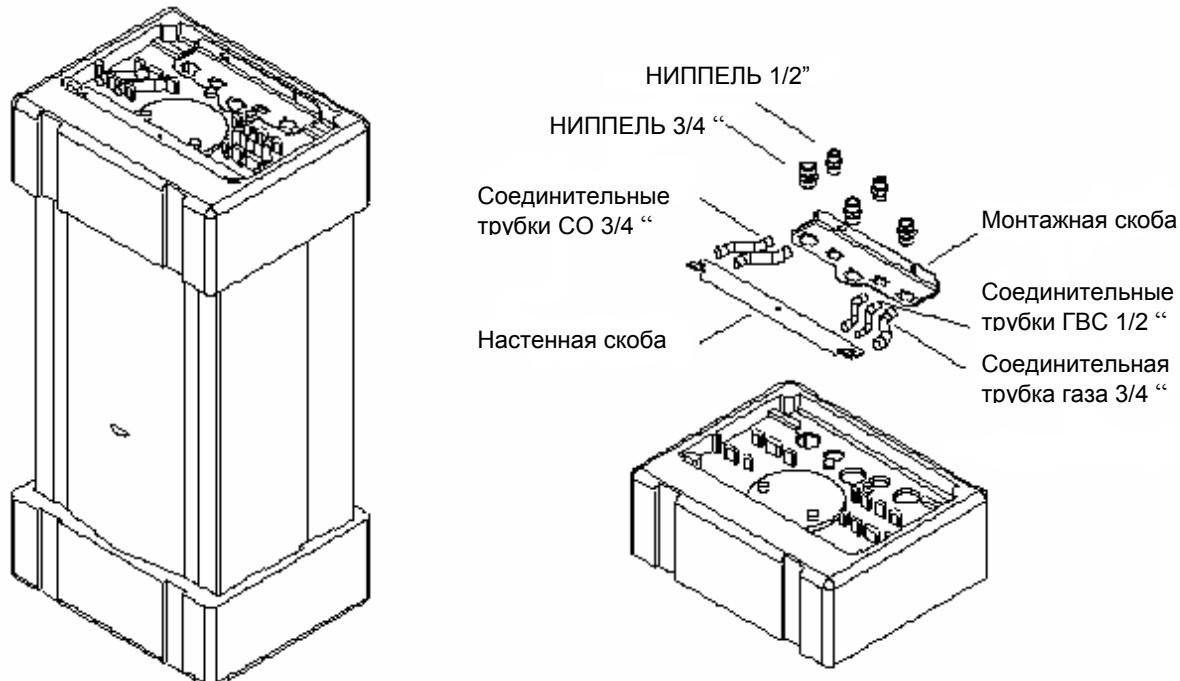

Рисунок 2
- Аппарат размерами 867x522x422 (Высота x Ширина x Длина) мм транспортируется помещенным в коробку виде, поддерживающемся сверху и снизу страфорами (Рис. 2а)
На Рис.2 показан монтажный набор. Части находящиеся в данном наборе нижеследующие: